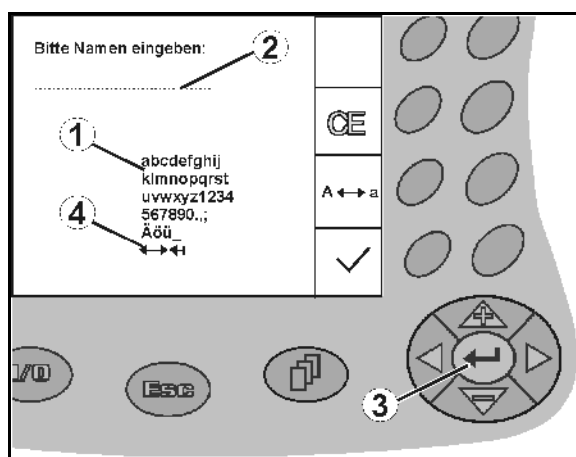

Fig. 12
Dacă este necesară introducerea de texte sau cifre la **AMATRON⁺**, atunci apare meniul de introducere (Fig. 12).
În partea inferioară a display-ului apare un câmp de selecție (Fig. 12/1) cu litere, cifre și săgeți din care este format rândul de introducere (Fig. 12/2) (text sau cifră).
Selectarea literelor și cifrelor în câmpul de selecție (Fig. 12/3).
-  Preluarea selecției (Fig. 12/3).
Săgețile  din câmpul de selecție (Fig. 12/4) fac posibilă deplasarea în rândul cu text.
Săgeata  din câmpul de selecție (Fig. 12/4) șterge ultima introducere.